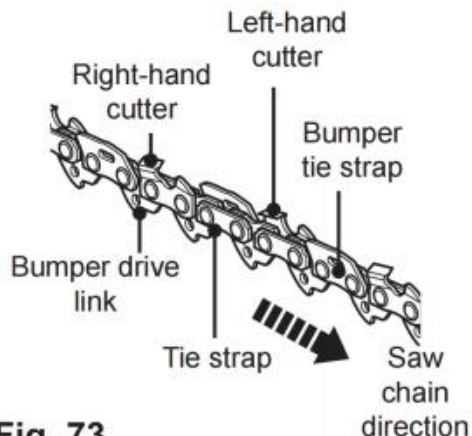

Fig. 73
2. La differenza di altezza tra il dente e la cresta costituisce il taglio profondità. Quando si affila la catena della sega (C12) è necessario considerare i seguenti punti (Fig. 73).